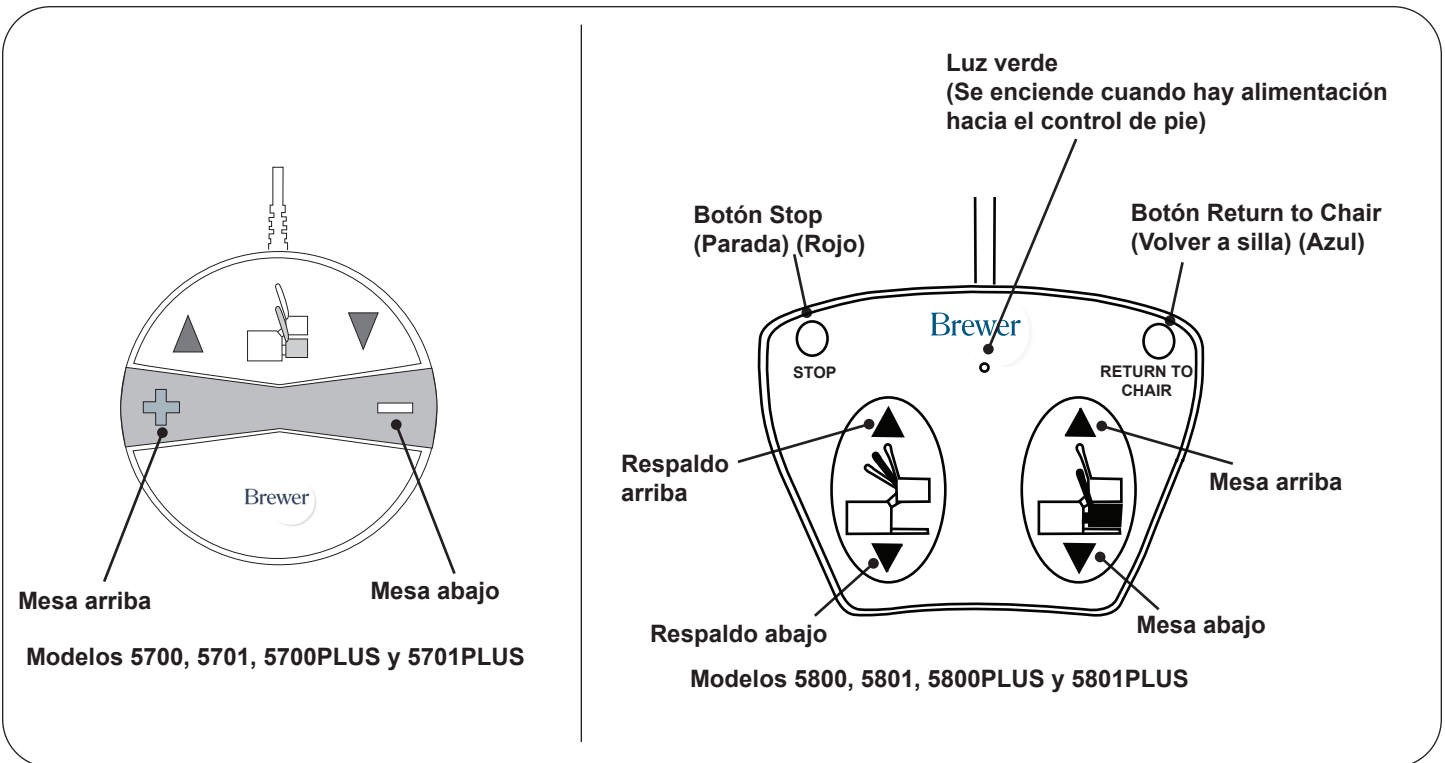
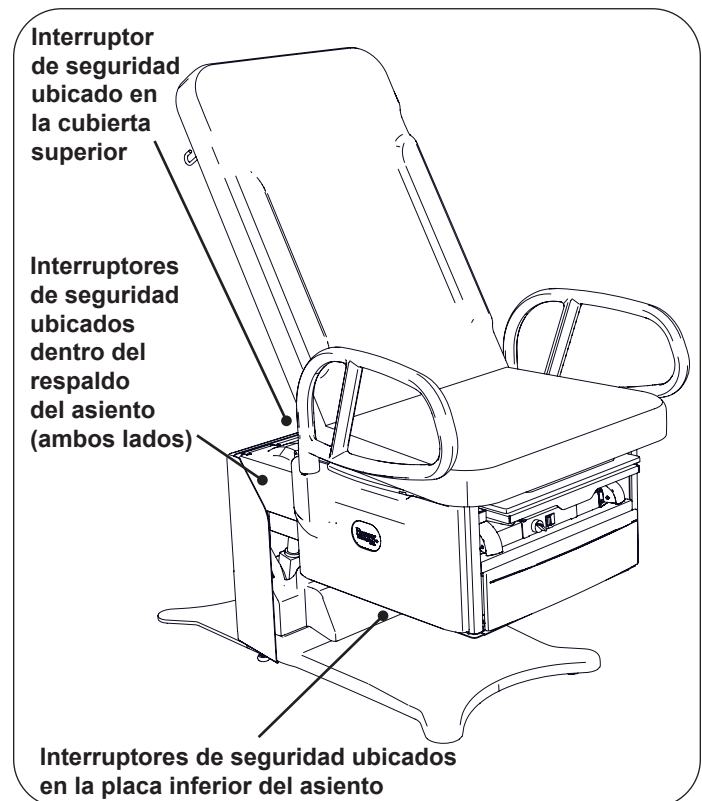

Figura 23. Controles de pie
Figura 24. Interruptores de seguridad del asiento y el respaldo
Todos los modelos cuentan con interruptores en la parte inferior del asiento (Figura 24), los que automáticamente detienen la función de bajada si la placa inferior del asiento hace contacto con un objeto mientras el asiento baja. Para seguir bajando el asiento, presione el pedal "MESA ARRIBA" (Figura 23), despeje la obstrucción, y siga bajando el asiento.
Todos los modelos cuentan con un interruptor en la cubierta superior (Figura 24), el que detiene automáticamente la función de bajada del asiento y el respaldo si el respaldo toca el interruptor. Para seguir bajando el asiento:
- **Modelos 5800, 5801, 5800PLUS y 5801PLUS** Presione el pedal "RESPALDO ARRIBA" (Figura 23) para despejar el interruptor. Cuando despeje el interruptor, siga bajando el asiento.